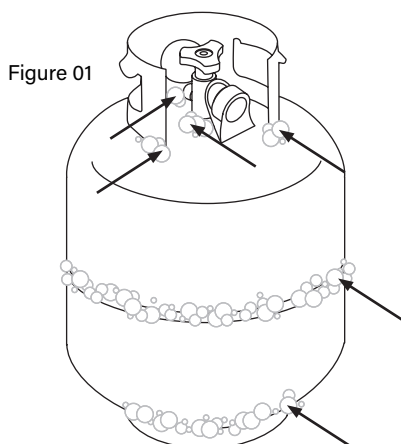

Figure 01
ÉTAPE 01 Appliquez une solution savonneuse sur les zones de joint du réservoir. (Indiqué par des flèches sur la figure 01.)